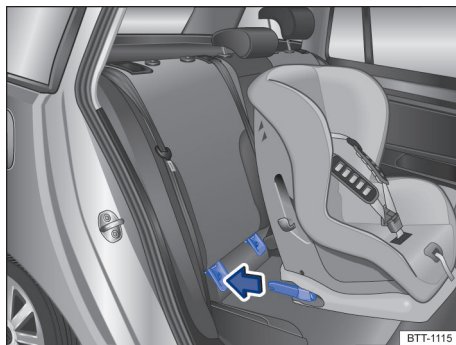

Fig. 4 Representação esquemática: instalar a cadeira de criança ISOFIX com os braços de apoio.
- Encaixar a cadeira de criança nos olhais de retenção → Fig. 4, no sentido da seta. A cadeira de criança deve engatar de forma segura e audível (clique).
- Colocar a cadeira de criança sobre a superfície do banco e prender os ganchos dos cintos de fixação nos olhais de retenção → Fig. 4, caso os cintos de fixação sejam fornecidos junto com a cadeira de criança.